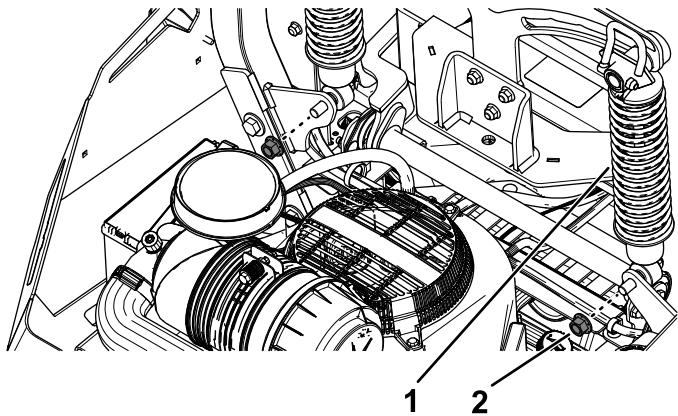

Figura 2
Rimuovete i 2 dadi di bloccaggio (1/2") dai gruppi ammortizzatori posteriori (**Figura 2**).
- Fissate senza serrare i 2 dadi di bloccaggio ($\frac{1}{2}$ ") rimossi in precedenza ai gruppi ammortizzatori posteriori (Figura 2).